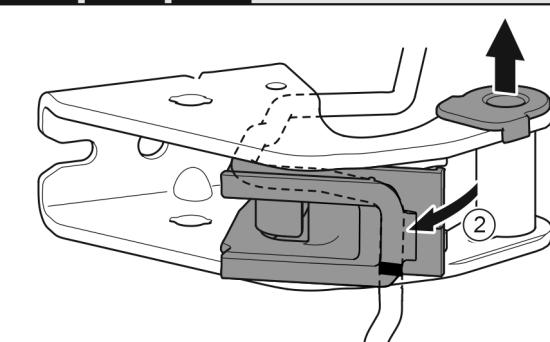

Fig. 24
- Опорную втулку вытяните из направляющей. Fig. 24 (1)
- Отведите держатель кабеля в сторону. Fig. 24 (2)